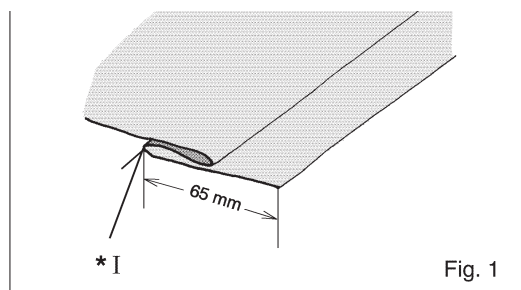

Fig. 1
1. Piegare la stoffa nella larghezza desiderata dell'orlo e stirarla. Ripiegare l'orlo verso il diritto della stoffa, formando sul rovescio una piega "morbida" (fig.1)